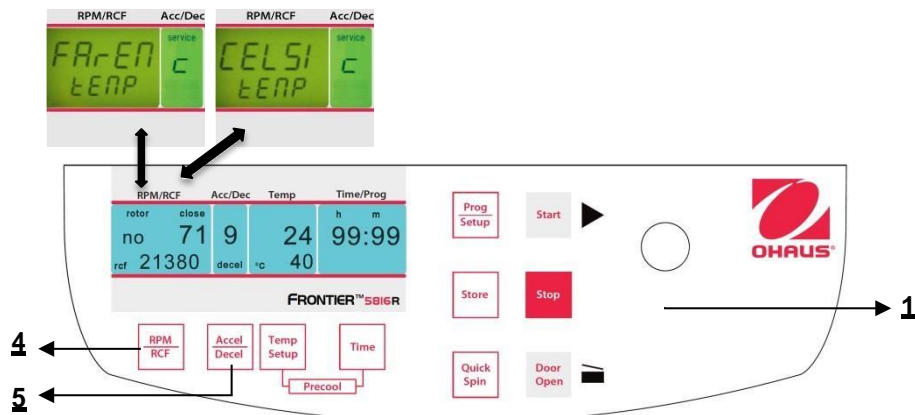

Abbildung. 34
Fahren Sie fort wie unter Punkt 4.1.1 beschrieben, um in den Programmmodus einzutreten und drücken Sie dann die Taste "**Accel/Decel**" (5). Auf der Anzeige "**Acc/Dec**" (A-2) erscheint das Wort "**Service**". Wählen Sie nun den Buchstaben "**C**" mit Hilfe des Anpassungsknopfes (1). Als Ergebnis erscheinen auf der Anzeige "**RPM | RCF**" (A-1) die Worte "**CELSI/temp**". Wenn Sie die Taste "**RPM | RCF**" (4) drücken, blinkt das Wort "**CELSI**" und Sie können mit dem Anpassungsknopf (1) die Anzeige in Fahrenheit "**FAREN**" ändern (siehe Abbildung 34). Nachdem Sie die Einstellungen gespeichert haben (siehe 4.1.1), ändern Sie zurück zum normalen Programmiermodus, indem Sie die Zentrifuge kurzzeitig ausschalten.